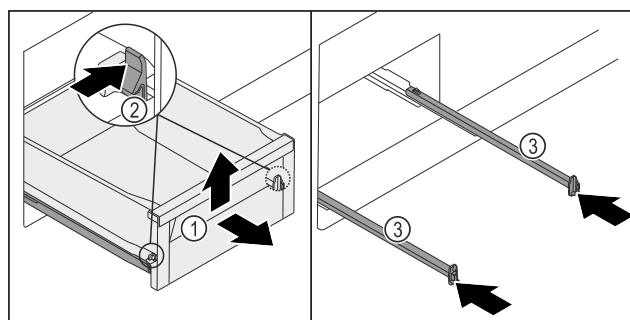

Fig. 135
- ▶ Вытяните выдвижной ящик *Fig. 135 (1)* до упора.
- ▶ Одновременно вдавите зажим *Fig. 135 (2)* слева и справа внутрь.
- ▶ Выдвижной ящик *Fig. 135 (1)* снимается с направляющих.
- ▶ Приподнимите выдвижной ящик *Fig. 135 (1)* спереди.
- ▶ Извлеките выдвижной ящик *Fig. 135 (1)* движением вперед.
- ▶ Задвиньте направляющие *Fig. 135 (3)*.